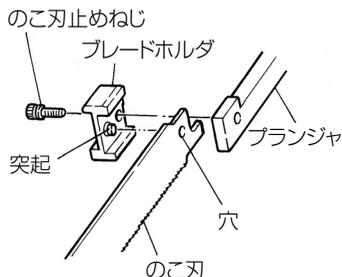

図 4
- (2) のこ刃をプランジャとブレードホルダの間にさし込み、ブレードホルダの突起にのこ刃の穴を入れます。(のこ刃を手前に引張り、抜けてこないことを確認します。)(図4)
- (3) のこ刃止めねじを六角棒スパナで締付け、のこ刃を十分に固定します。
- (4) ブレードホルダは両面とも同じ形状をしています。片面が摩耗してガタ等が大きくなったら、もう片面をご使用ください。
- 注** •作業終了後、ブランジャ部に切粉・土・砂・水分などを付着したままにしておくと、ブランジャ部(11 ページの図 4 参照)がさびついて機体内部の故障の原因になるので、必ず清掃して保管してください。